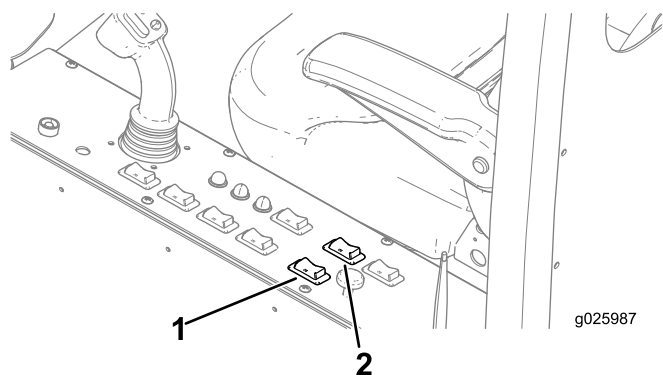

Рисунок 93
1. Для перемещения кабины в положение бурения отведите назад кулисный переключатель перемещения кабины и держите его в этом положении до останова кабины (Рисунок 93).
2. Для поворота кабины в требуемое положение бурения отведите назад кулисный переключатель поворота (Рисунок 93).
1. Для поворота кабины в транспортное положение переведите вперед кулисный переключатель поворота кабины и держите его в этом положении до останова кабины (Рисунок 93).
2. Для перемещения кабины в транспортное положение переведите вперед кулисный переключатель перемещения кабины и держите его в этом положении до останова кабины (Рисунок 93).